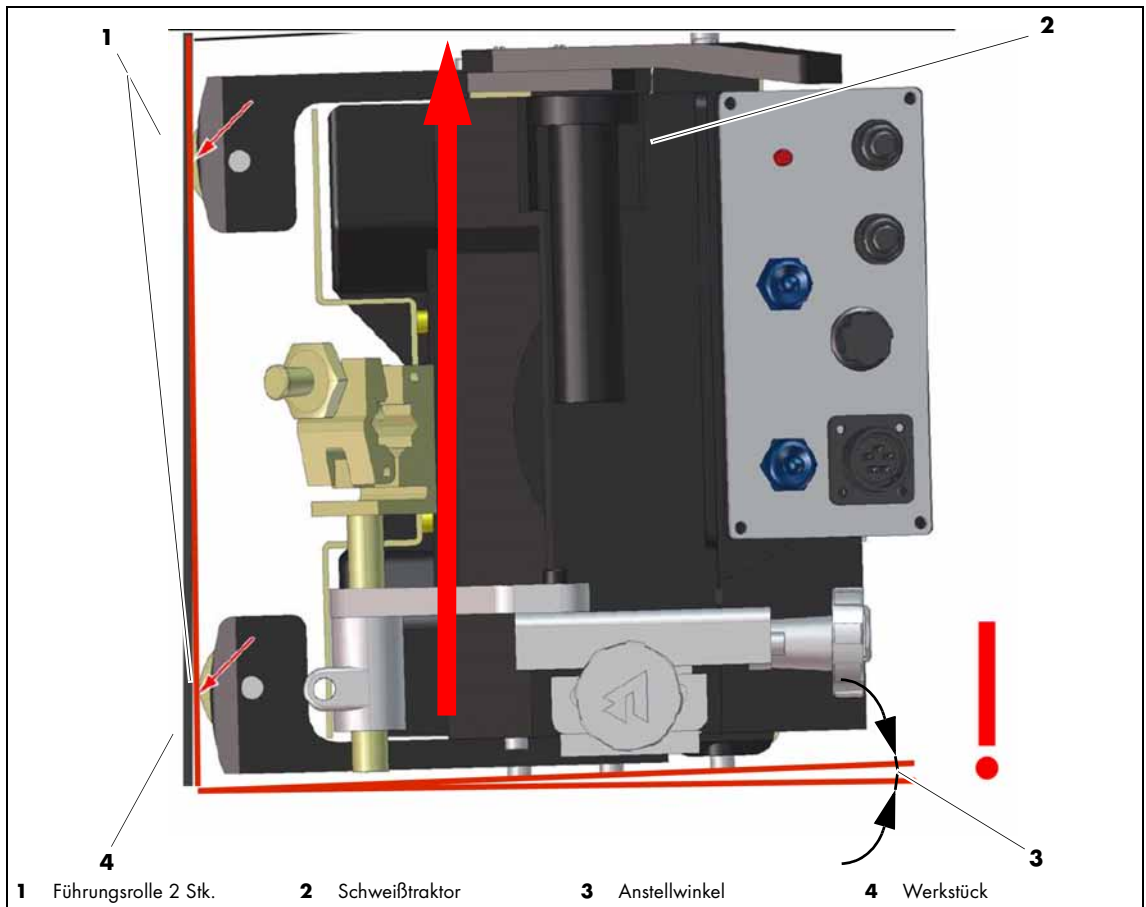

Abb. 17 Einstellung der Zwangsführung in Beziehung zur Fahrtrichtung*
- Beachten Sie den Anstellwinkel, Abb. 17 auf Seite DE-25.
* Abb. 17 ist exemplarisch. Gezeigt wird der ABI-CAR E-1200. Abweichungen sind möglich.
⇒ Abb. 17 auf Seite DE-25